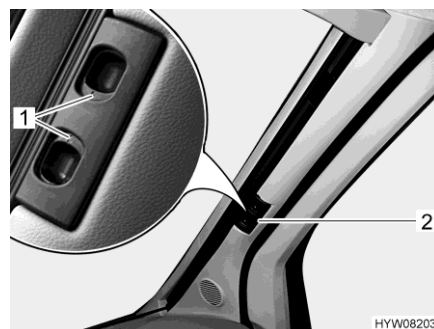
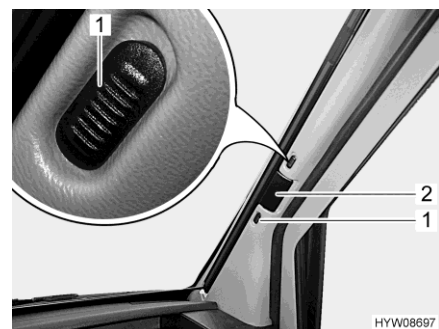

Fig. 23 Dispositif occultant plissé (pare-brise, Fiat)
Fig. 24 Dispositif occultant plissé (pare-brise, Mercedes-Benz)
- Presser les poignées de verrouillage (Fig. 23,1) l'une contre l'autre et les maintenir ainsi ou pousser les boutons de verrouillage (Fig. 24,1) vers le haut ou le bas (point rouge = ouvert).
- Tirer le dispositif occultant plissé pour le pare-brise par la poignée (Fig. 23,2 ou Fig. 24,2) vers le centre de la fenêtre.
- Suivant le système de verrouillage, presser les poignées de verrouillage (Fig. 24,1) et les maintenir pressées.
- Pousser les deux moitiés du dispositif occultant plissé pour le pare-brise par la poignée (Fig. 23,2 ou Fig. 24,2) à fond vers l'extérieur.
- Lâcher les poignées de verrouillage (Fig. 23,1) et les faire s'enclencher ou pousser les boutons de verrouillage (Fig. 24,1) vers le haut ou le bas (pas de point rouge = verrouillé).